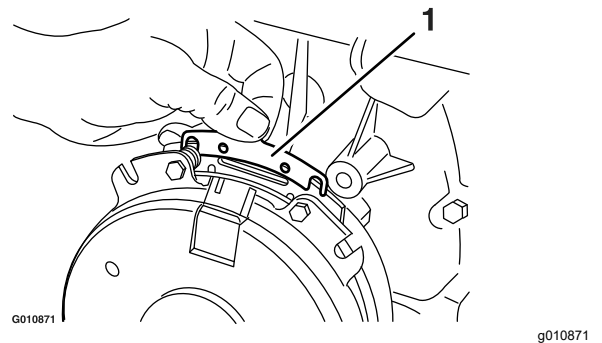

Figura 70
- B. Usando un alicate de punta fina, o a mano, sujete la pestaña y retire el suplemento (Figura 70).
Retire cualquier acumulación de hierba, suciedad u otros residuos de la rejilla del motor. Esto ayuda a asegurar una refrigeración adecuada y una velocidad de motor correcta, y reduce la posibilidad de sobrecalentamiento y daños mecánicos al motor (Figura 70).